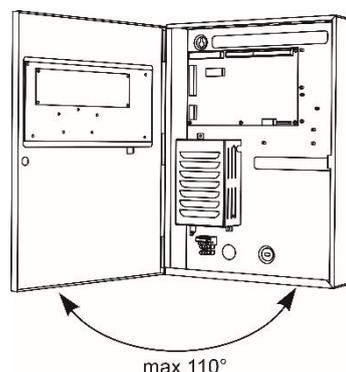

Figure 2
- L'angle d'ouverture du capot avant ne doit pas être supérieur à 110 ° - Figure 2 !